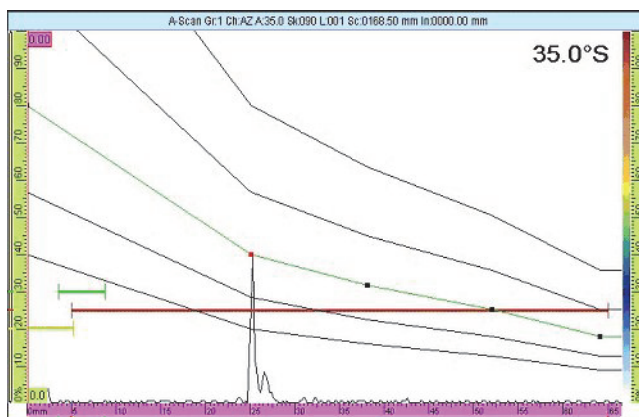

Рис. 6-5 Кривая DAC на следующем сигнале
- б) Настройте значение кнопки параметра **Амплитуда** таким образом, чтобы переместить кривую DAC к максимуму сигнала от отражателя (см. Рис. 6-5 на стр. 166).